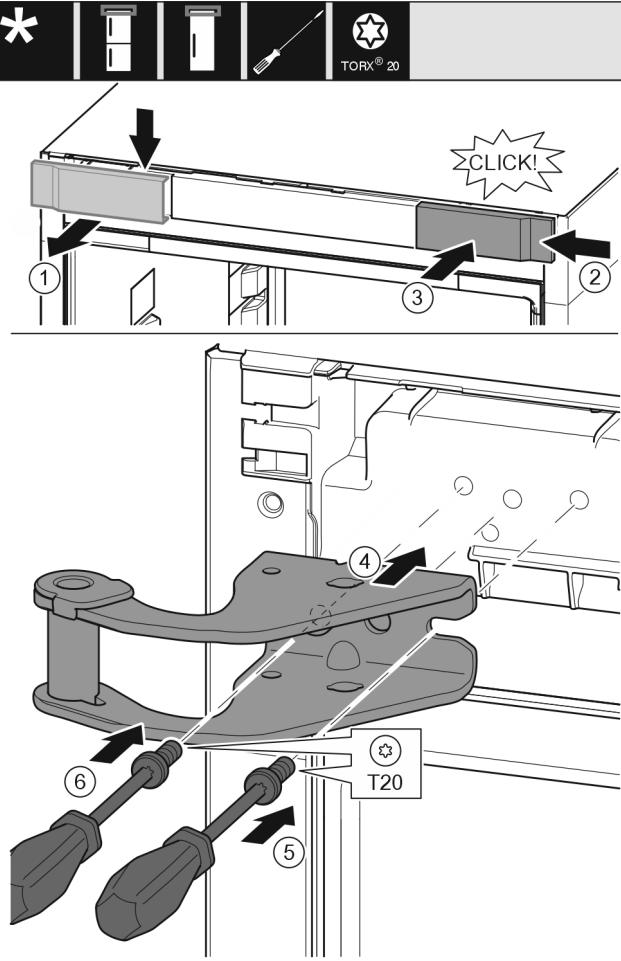

Fig. 9
- Odeberte kryt shora dopředu. Fig. 9 (1)
- Kryt otočený o 180° zavěste na druhé straně zprava. Fig. 9 (2)
- Zaklapněte kryt. Fig. 9 (3)
- Nasadte horní stojan ložiska. Fig. 9 (4)
- Šroubovákem T20 nasadte šroub a utáhněte. Fig. 9 (5)
- Šroubovákem T20 vložte šroub a utáhněte. Fig. 9 (6)